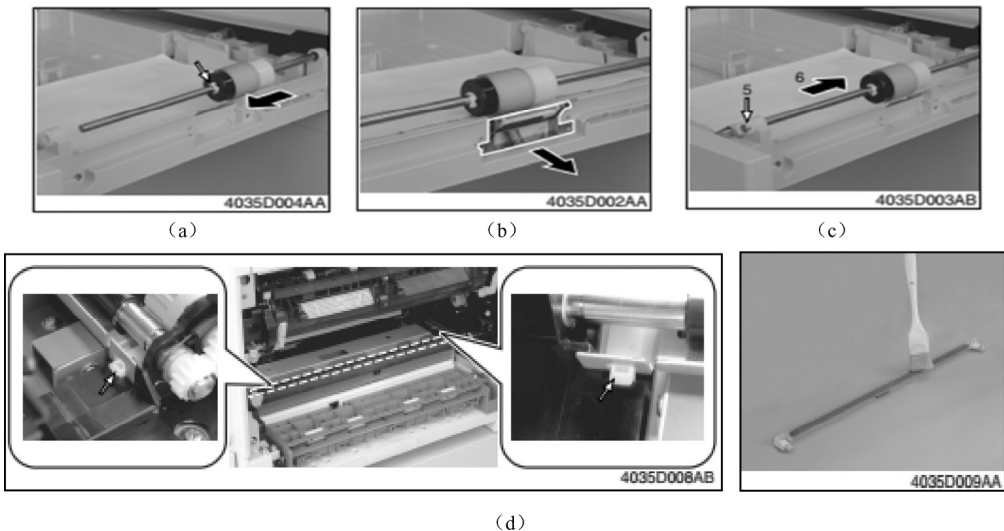

图 4-41 纸屑去除器组件
② 清洁纸张分离器。
③ 清洁搓纸轮。
④ 上/下同步辊的清洁。
⑤ 拆卸纸屑去除器组件（如图 4-41 所示）。